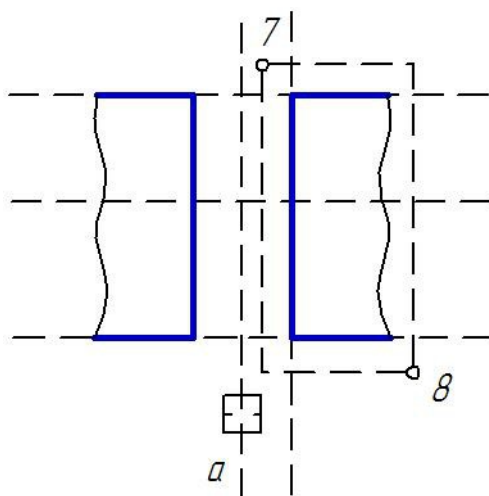

Рис. 2.4. Построение контура фронтально-го разреза командой «Симметрия»
3. Постройте левый контур разреза (рис. 2.4):